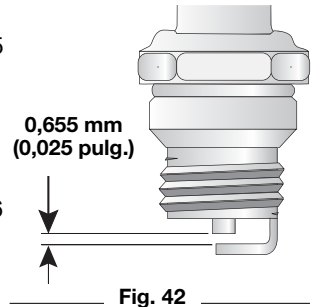

Fig. 42
4. Cambie las bujías que estén rajadas, sucias o deterioradas. Fije la separación de aire a 0,655 mm (0,025 pulgadas) utilizando un calibrador (Fig. 42).